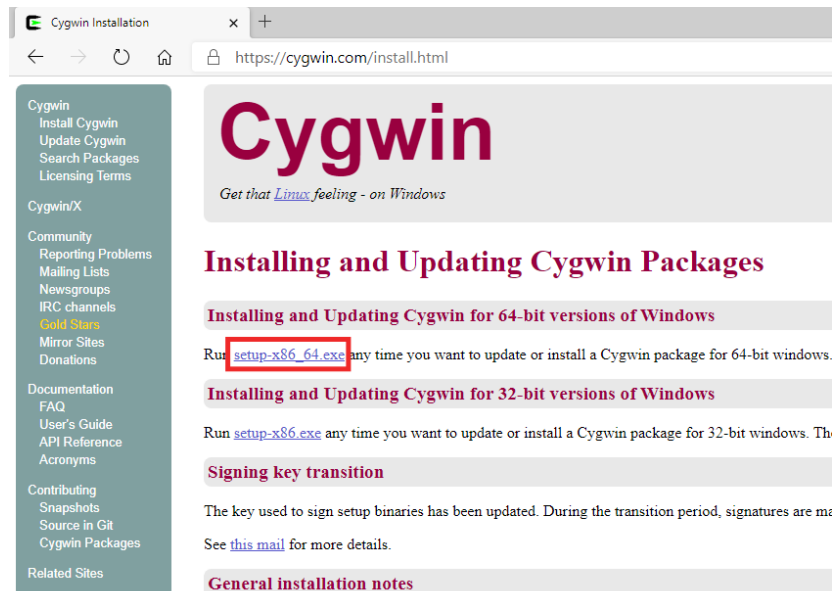

Figura 101. Página web de instalação do Cygwin
1. Navegar para a página Web de instalação (<https://cygwin.com/install.html>) e descarregar o ficheiro de instalação, com o nome `setup-x86_64.exe` (Figura 101).